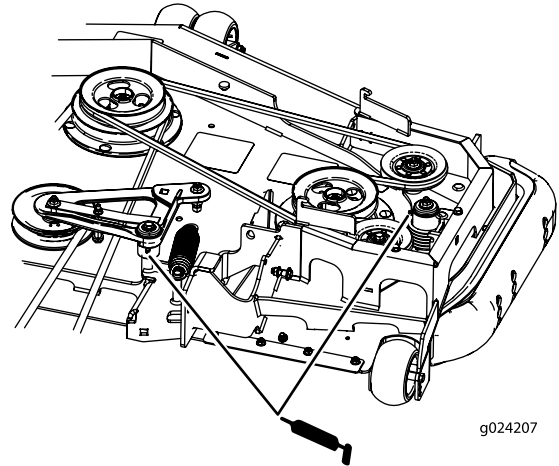

**Figura 47**
4. Engrase los brazos tensores de la correa de transmisión (Figura 47).